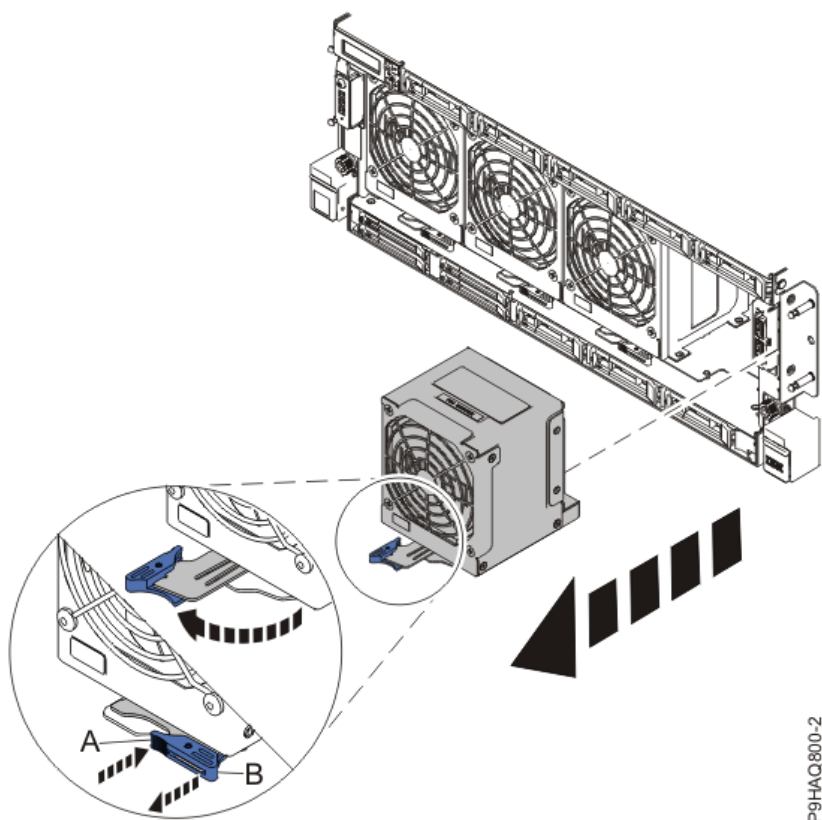

图 8 拆卸系统风扇
1. 把拇指放在门闩上（A），把食指放在门闩上（B），如图 8 所示。
3. 将风扇手柄按图 8 所示的方向旋转，将风扇从其槽中解锁。